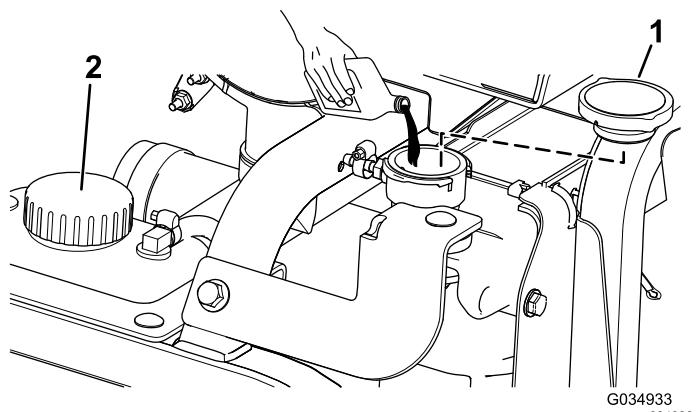

Figura 122
- 5. Llene el radiador de refrigerante hasta que el nivel de refrigerante llegue al borde del orificio de llenado (Figura 122).